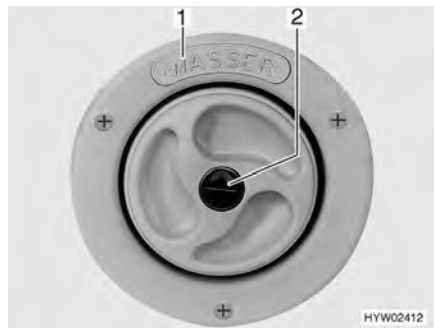
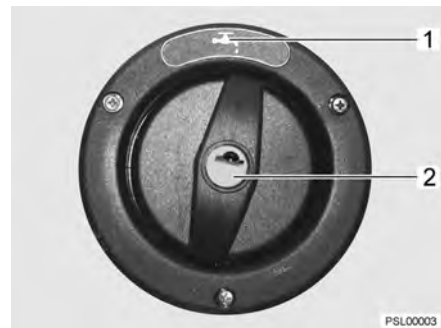

Bild 166 Lock för påfyllningsöppningen för dricksvatten
Bild 167 Lock för påfyllningsöppningen för dricksvatten (alternative)
(vatten) (Bild 166,1) eller med symbolen "W" (Bild 167,1). Locket låses och låses upp med nyckeln till de utvändiga låsen (utvändiga luckorna).
- Stick in nyckeln i låscylindern (Bild 166,2 resp. Bild 167,2) och vrid ett kvarts varv moturs.